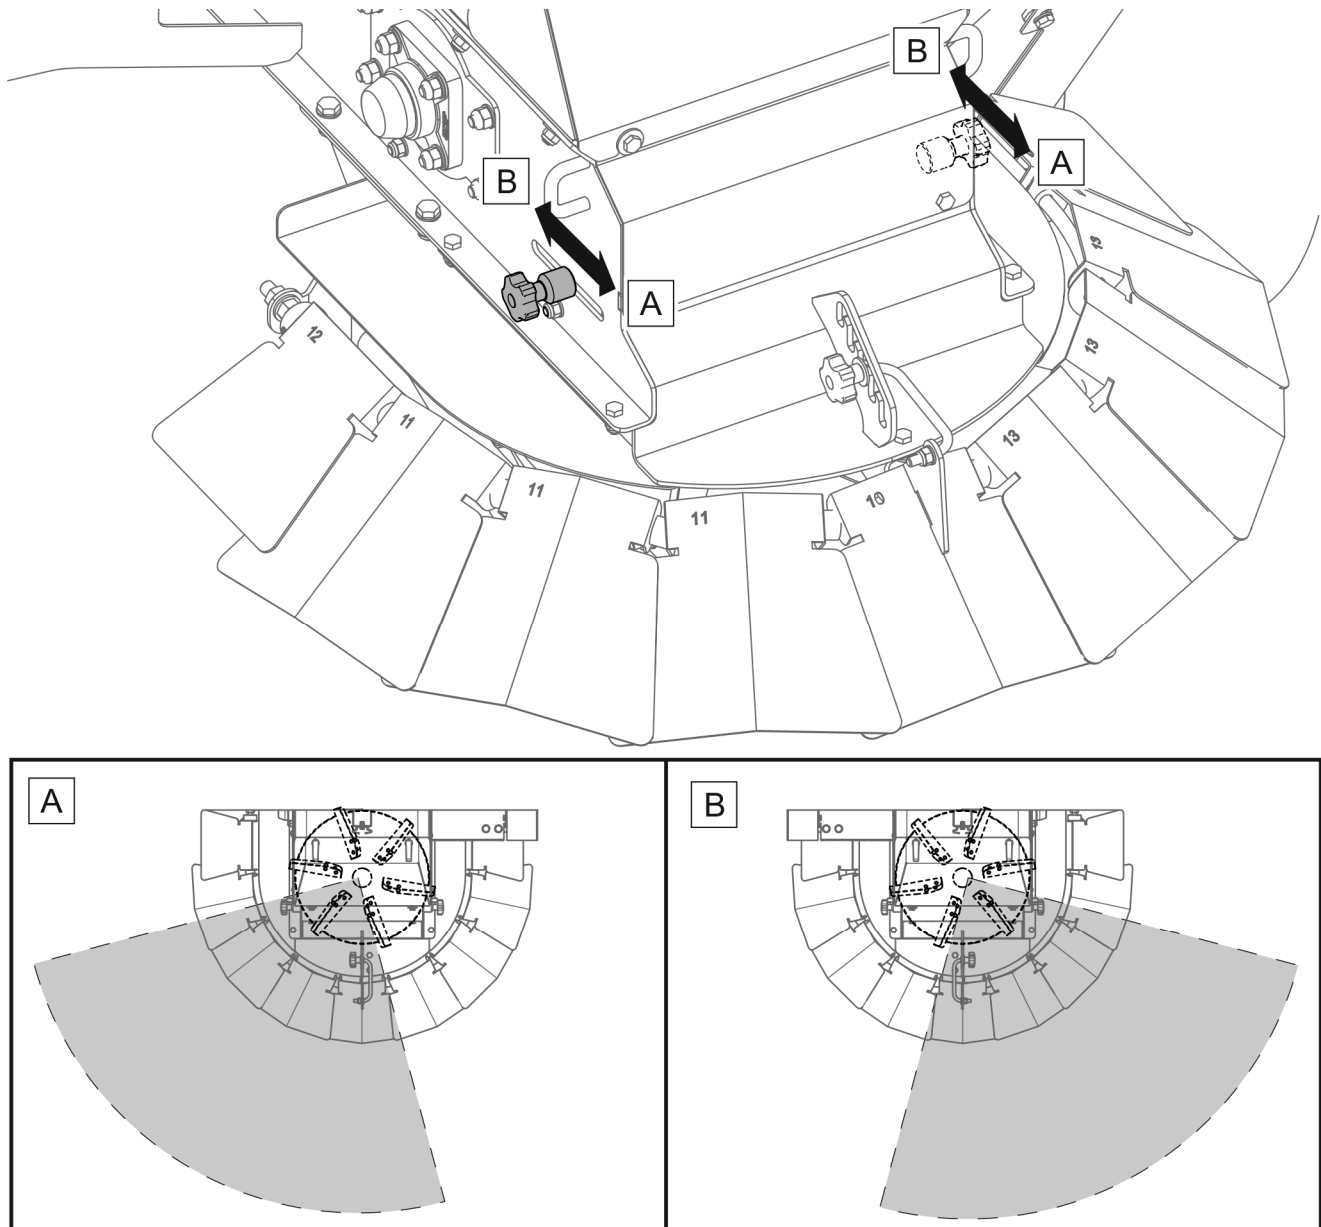

РИСУНОК 4.8 Регулювання асиметрії
Регулювання асиметрії розкидання (РИСУНОК 4.8) виконується після послаблення затискних гвинтів, розташованих з обох боків машини. Щоб перемістити розкидання ліворуч, послабте установчі гвинти з обох боків машини та перемістіть їх у напрямку (A). Переміщення притискних гвинтів у напрямку (B) зміщує розкидання у праву сторону. Після налаштування затягніть притискні гвинти, запустіть машину та виконайте перевірку.